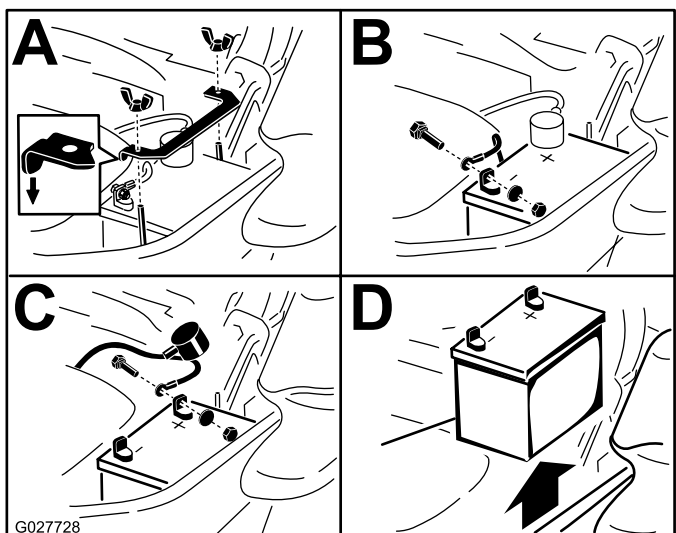

Figure 71
3. Retirez la batterie, comme montré à la Figure 71.